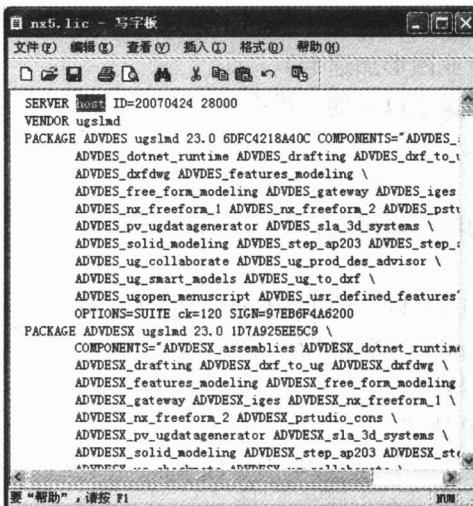

图 1-2 修改 nx5.lic 文件中的计算机名
2) 找到破解文件夹里存放的 nx5.lic 文件，用写字板打开该文件，将第 1 行中的 host 用你机子的计算机名代替，例如我的机子完整的计算机名称是 WORK3，则将原来的 SERVER host ID=20070424 28000 改为 SERVER WORK3 ID=20070424 28000，改好后保存。如图 1-2 所示。